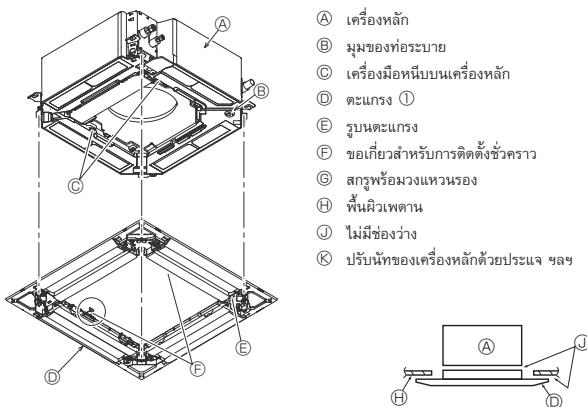

Fig. 9-6
9.4.2. การติดตั้งตัวเครื่องหัวครัว (Fig. 9-6)
- ยืดตัวเครื่องหัวครัวเบื้องหลังโดยการขันสกรูก่อนติดตั้ง (Fig. 9-6)
ตรวจสอบให้แน่ใจว่าไม่มีซ่องว่างระหว่างเครื่องหัวครัวและตัวเครื่องหัวครัวหัวเดาน (Fig. 9-6)
- หลังจากขันสกรูแน่แล้ว ให้ตรวจสอบว่าขอเกี่ยวด้วยตัวเครื่องหัวเดาน (Fig. 9-6) ยืดตัวเครื่องหัวเดานของเครื่องหัวครัว